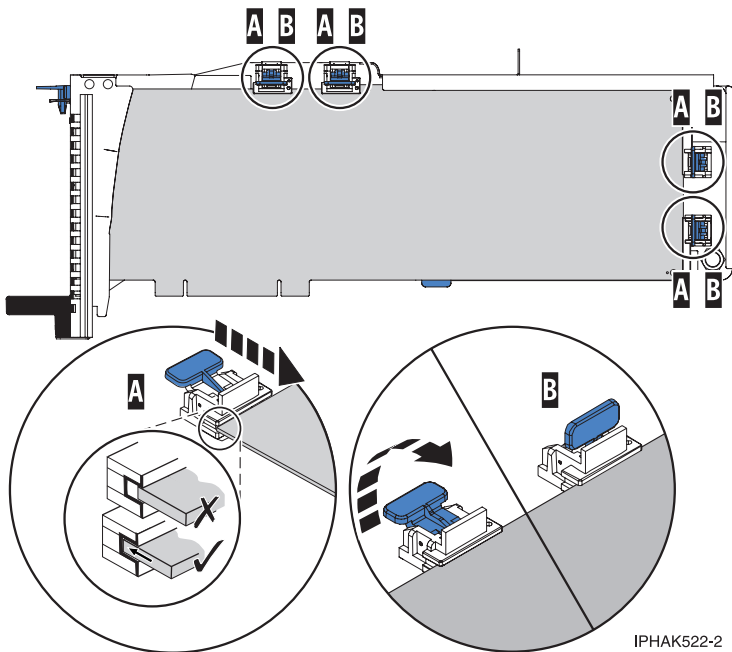

Figura 71. Colocación de un adaptador de longitud completa en la casete de adaptador PCI con los soportes y el estabilizador en su sitio
- e. Coloque las piezas de retención (**B**) y bloquéelas. Consulte Figura 71 en la página 68.